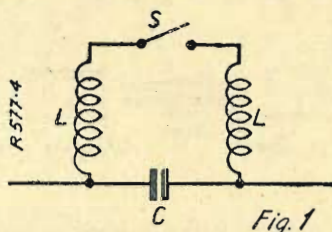

Fig. 1
1. Col montaggio simmetrico dei conduttori, la qual cosa sopprime praticamente il campo risultante dei due conduttori e di bobine (fig. 1), che impedisce alla corrente di A F di penetrare nei conduttori.